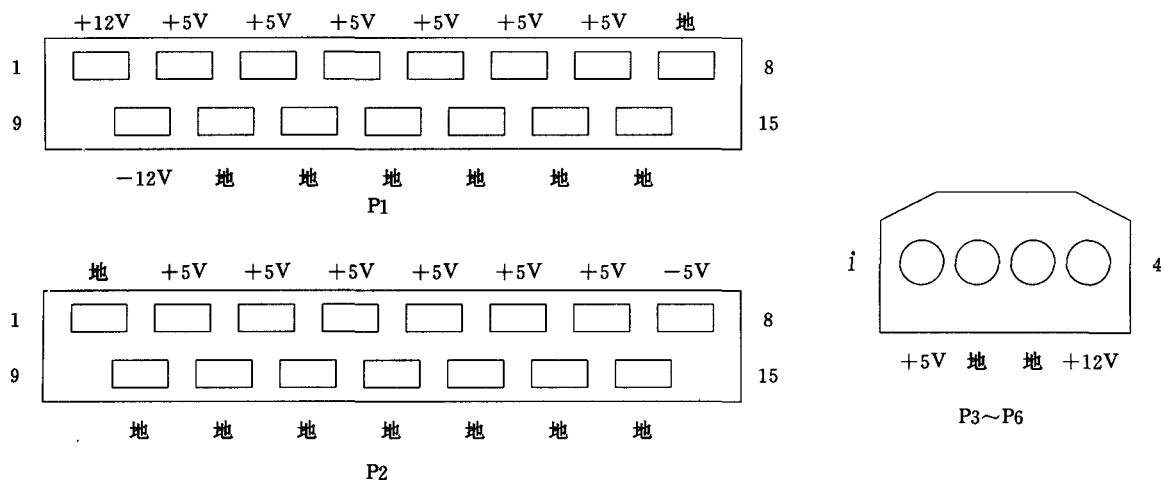

图 1 P1~P6 插头各脚电压
于瘫痪状态。鉴于此种情况，笔者对整个工作站系统进行了全面的检查和分析，根据母板，硬盘，磁带机和风扇，查出电源板上 P1~P6 插头各脚功能如图 1 所示。在掌握测试数据基础上，估算各组电源的功率和总功率，发现该电源板在性能、参数上与国产微机电源相近，虽然输出功率较大，但实际使用功率并不大。
6. 将电源板上P1，P2插头从电源板上焊下来，将取下来的P3，P4，P5插头剪掉，P1，P2各脚和P3，P4，P5各条线如图1所示，同微机电源对应输出线相连，做好绝缘工作后，将P1，P2插头插入母板对应口中，然后将微机电源外壳复原，固定在原电源板位置附近即可。